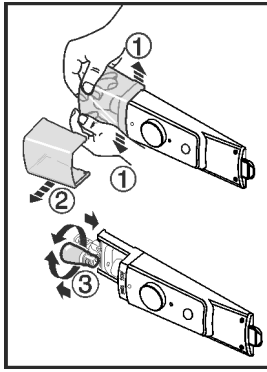

Fig. 12
- ▶ Kryt světla podle obrázku uvnitř v přední části tlačte od sebe Fig. 12 (1) a vytáhněte do strany Fig. 12 (2).
- ▶ Vyměňte žárovku. Fig. 12 (3)